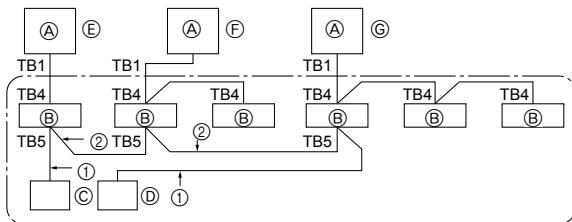

Fig. 9-1
④ Collegare l'alimentazione (interruttore di circuito).
9. Controllo del sistema (Fig. 9-1)
- (A) Unità esterna
- (B) Unità interna
- (C) Comando a distanza principale
- (D) Comando a distanza secondario
- (E) Standard 1:1 (Indirizzo refrigerante = 00)
- (F) Simultaneo doppio (Indirizzo refrigerante = 01)
- (G) Simultaneo triplo (Indirizzo refrigerante = 02)
① Collegamento dal comando a distanza